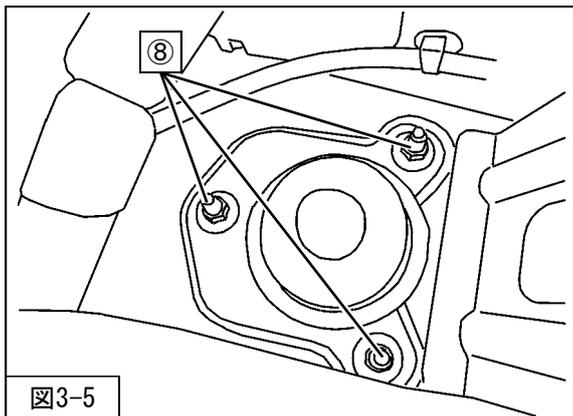

図3-5
8. ⑧リアサスペンションASSYアッパー取付ナットを取外してください。(図3-5)